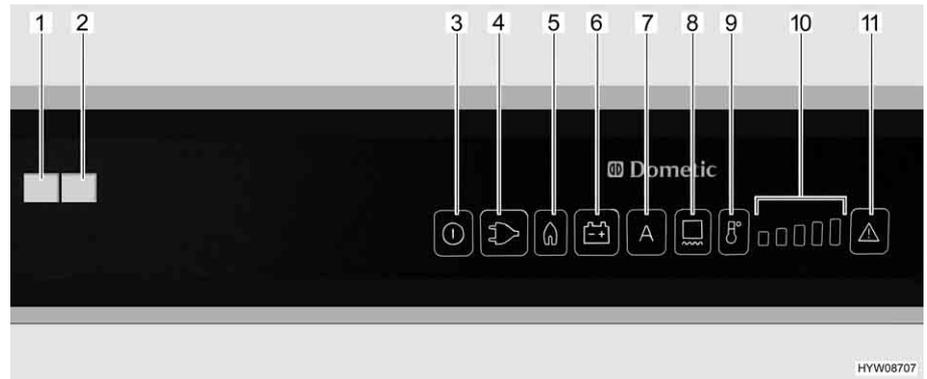

Fig. 217 Elementos de mando para el frigorífico (Dometic RMD)
Si está ajustado el modo de funcionamiento "AES", no está conectada **nninguna** alimentación de 230 V y el motor del vehículo está **desconectado**, el AES seleccionará el suministro de gas. Al seleccionar el suministro de gas se abre automáticamente el seguro de encendido, de forma que puede fluir gas hacia el quemador. Simultáneamente se conecta el encendedor electrónico. Si se apaga la llama de gas, p. ej. debido a un golpe de viento, el encendedor se activa inmediatamente y enciende de nuevo el gas. En caso de avería en el funcionamiento a gas, los botones luminosos "Gas" (Fig. 217,5) y "Avería" (Fig. 217,11) estarán parpadeando. La luz de control "Avería" (Fig. 217,1) estará encendida, y sonará una alarma acústica durante 20 segundos.
Una vez conectado, el frigorífico selecciona automáticamente el ajuste medio del termostato. Este ajuste puede modificarse manualmente con la tecla de selección de grados de temperatura (Fig. 217,9). Las luces de control (Fig. 217,10) indican el ajuste seleccionado del termostato. Con la tecla de selección de grados de temperatura se ajusta la temperatura de refrigeración para los tres tipos de energía. Pasan algunas horas hasta que el frigorífico alcanza la temperatura de servicio normal. Al conmutar el modo de funcionamiento se mantiene el ajuste del termostato. La temperatura de refrigeración se mantiene independientemente del tipo de energía.
- Conectar la calefacción de marco por un período de 2 horas: Pulsar la tecla (Fig. 217,8) una vez. Estará encendida una barra de la visualización de niveles de temperatura (Fig. 217,10).
- Conectar la calefacción de marco por un período de 5 horas: Pulsar la tecla (Fig. 217,8) dos veces. Estarán encendidas dos barras de la visualización de niveles de temperatura (Fig. 217,10).
- Ajustar la calefacción de marco en funcionamiento continuo: Pulsar la tecla (Fig. 217,8) tres veces. Estarán encendidas tres barras de la visualización de niveles de temperatura (Fig. 217,10).
La visualización de niveles de temperatura (Fig. 217,10) visualizará el tiempo de funcionamiento de la calefacción de marco por algunos segundos.
En caso de alta temperatura exterior y un gran índice de humedad atmosférica, se pueden formar gotas de agua en el marco metálico del compartimento congelador. Por este motivo, el frigorífico está equipado con una calefacción de marco en el compartimento congelador. En caso de altas temperaturas y un índice alto de humedad atmosférica, conectar la calefacción de marco con la tecla (Fig. 217,8). De esta manera se evita la corrosión. Si está conectada la calefacción de marco, estará encendido el botón luminoso (Fig. 217,8).
- Pulsar la tecla On/Off (Fig. 217,3) por aprox. 2 segundos. El frigorífico se conectará, se visualizará el tipo de energía ajustado más recientemente o "AES".
- Ajustar la temperatura de refrigeración con la tecla de selección de grados de temperatura (Fig. 217,9). Las luces de control (Fig. 217,10) indican el ajuste seleccionado del termostato.
- Pulsar la tecla On/Off (Fig. 217,3) por aprox. 2 segundos. El frigorífico se desconectará, ya no estará encendido ningún visualizador.